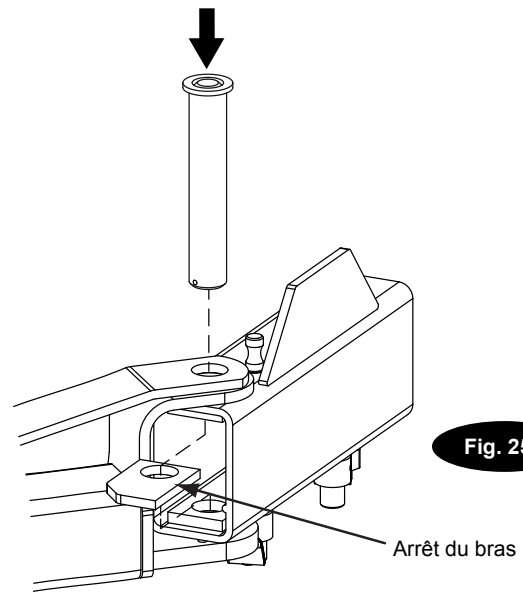

Fig. 25b
**Remarque :** L'arrêt du bras ne doit être installé que sur le côté où se trouve l'unité de commande. Le monter conjointement à l'axe du bras, Fig. 25b. Observer l'orientation de l'arrêt du bras sur la Fig. 25c.